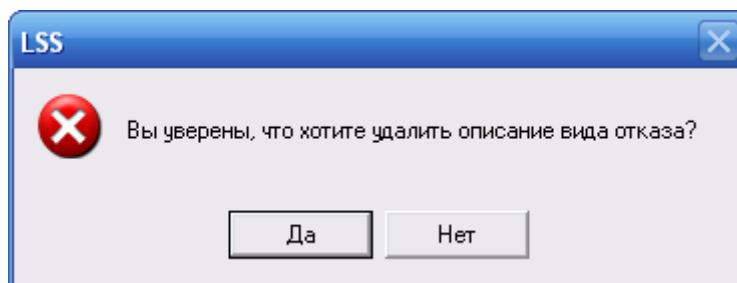

Рис. 5-32
6. Если вид отказа не имеет причинно-следственных связей, необходимо подтвердить его удаление (рис. 5-32). При нажатии на кнопку **Да** вид отказа будет удален.